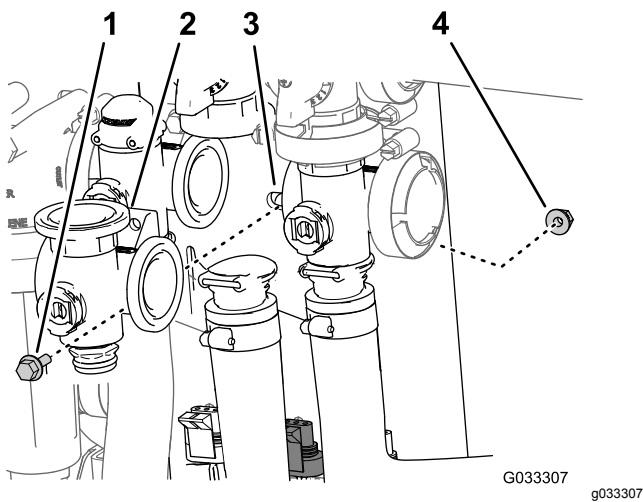

Рисунок 65
3. Отверните болт с фланцевой головкой и фланцевую контргайку, которые крепят клапан перемешивания к опоре крепления клапанов, и снимите коллектор клапана с машины (Рисунок 65).